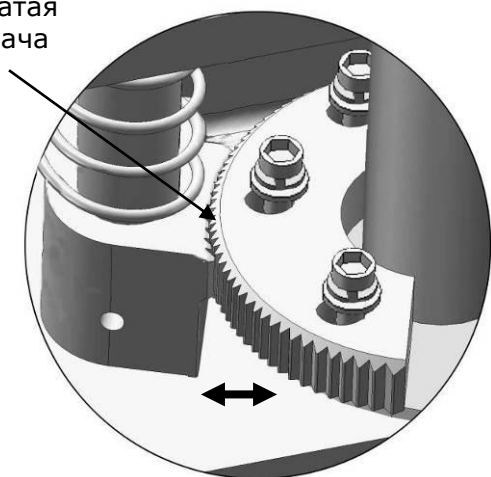

Рис. 34
3. Отрегулируйте замковое устройство в направлении стрелки (см. рис. 34)